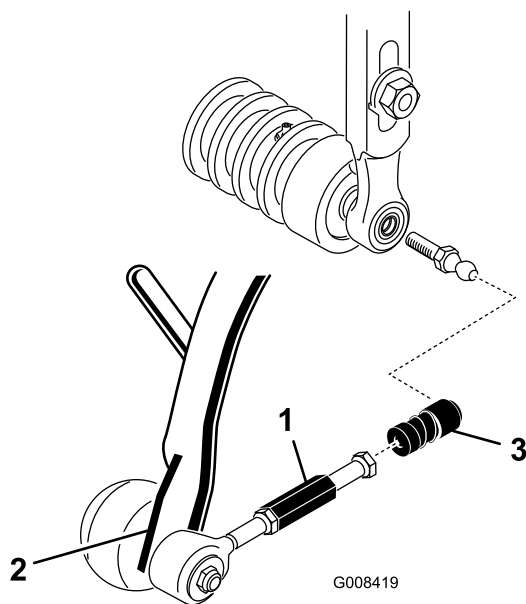

図 11
5. ボールジョイントのレシーバのスリーブを後ろにずらし、レシーバをCuttingユニットのボールスタッドに嵌め合わせる (図 11)。